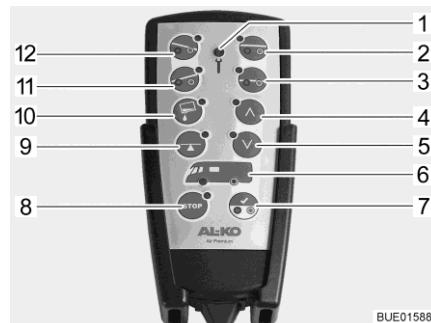

Fig. 17 Telecomando (sospensione pneumatica)
- Avviare l'accensione. La spia di controllo (Fig. 17,1) si accende brevemente. Se entrambi i LED degli assi (Fig. 17,6) sono accesi, il veicolo si trova sul livello di marcia.